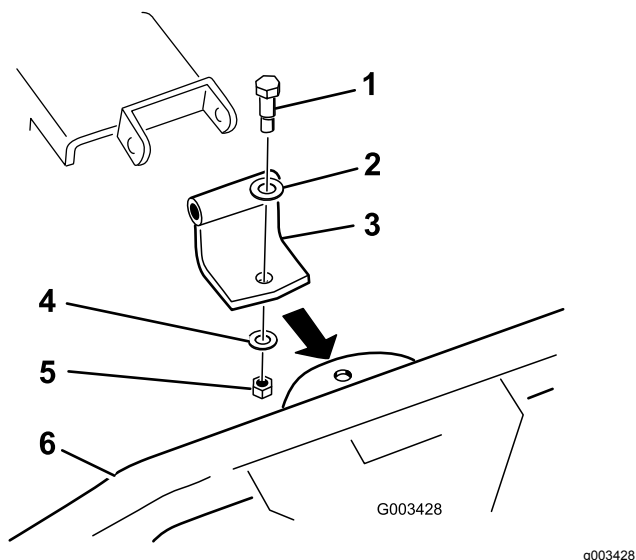

Рисунок 3
1. Установите изогнутый кронштейн оси поворота на пружинные грабли, как показано на Рисунок 3.